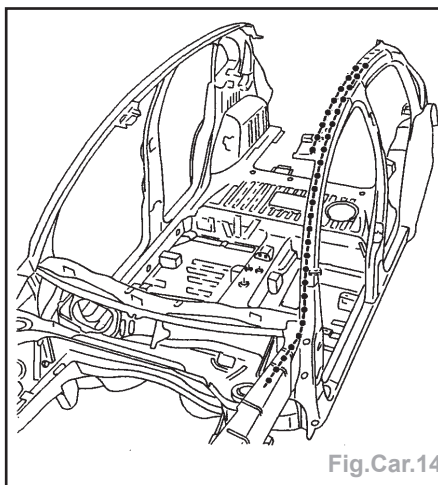

Fig.Car.14
- Appliquer une colle de calage A2 (Fig.Car.14).